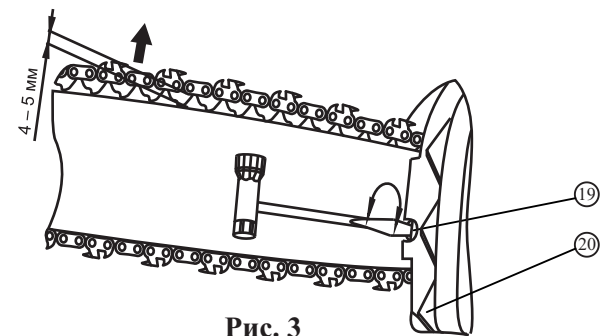

Рис. 3
- вращением отверткой винта натяжителя 19 (рис. 3) по часовой стрелке натяните пильную цепь так, чтобы при оттягивании цепи посередине направляющей она отходила приблизительно на 4-5 мм, не выходя из пазов направляющей и свободно двигалась от руки (рис. 3);